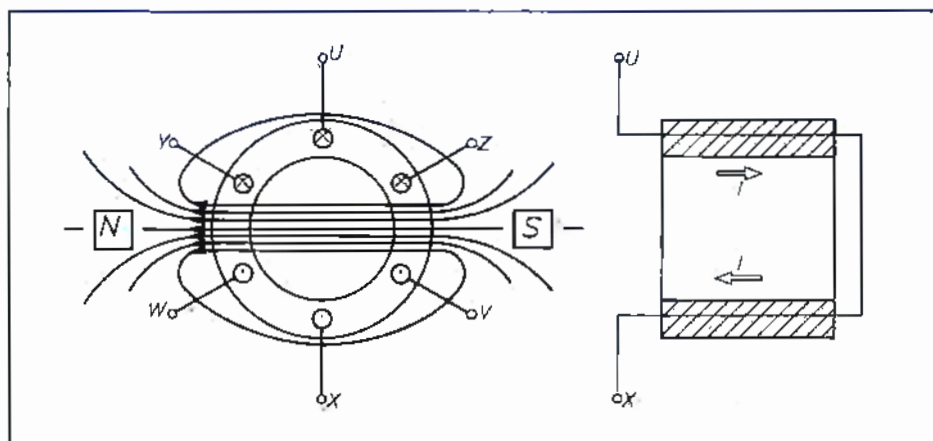

Bild 83/1 Anordnung der drei Spulen
Erzeugung des Drehfeldes mit Drehstrom. Bei entsprechender Anordnung von drei Spulen kann ebenfalls erreicht werden, daß mit Hilfe von Drehstrom ein Drehfeld entsteht. In Bild 83/1 ist dieser Sachverhalt veranschaulicht.
In einem kreisförmigen Ständer sind die drei Spulen um 120° räumlich versetzt angeordnet. Anfang und Ende einer Spule (z. B. Spule I, U und X) liegen sich diametral gegenüber. Dadurch ergeben sich für die jeweils gegenüberliegenden Spulenabschnitte unterschiedliche Stromrichtungen (Bild 83/1). Es entsteht ein Magnetfeld mit Nord- und Südpol. Dieses Magnetfeld dreht sich, obwohl keine mechanische Bewegung der Spulen erfolgt. Die Ursache liegt in der Phasenverschiebung der drei Wechselspannungen des Drehstromsystems begründet.
- Welche Bedingungen müssen erfüllt sein, damit mit Drehstrom ein Drehfeld erzeugt werden kann? (↗ Bild 83/1)